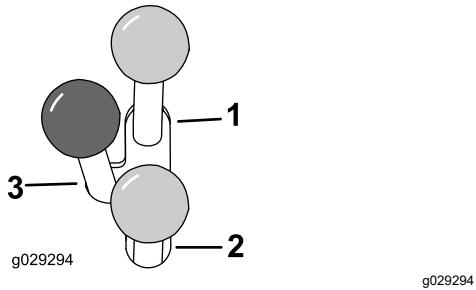

Figure 12
- Pour utiliser un accessoire hydraulique en marche avant, poussez le levier de commande hydraulique auxiliaire en avant (Figure 12).
- Pour utiliser un accessoire hydraulique en marche arrière, poussez le levier de commande hydraulique auxiliaire en arrière (Figure 12).
Remarque: Si vous relâchez le levier alors qu'il est en position MARCHE AVANT ou MARCHE ARRIÈRE, il revient automatiquement en position POINT MORT (Figure 12, repère 3).